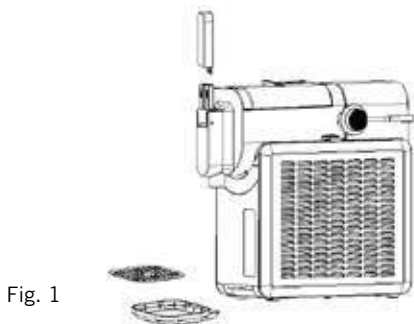

Fig. 1
7. Fixez le robinet conformément à la figure 1.